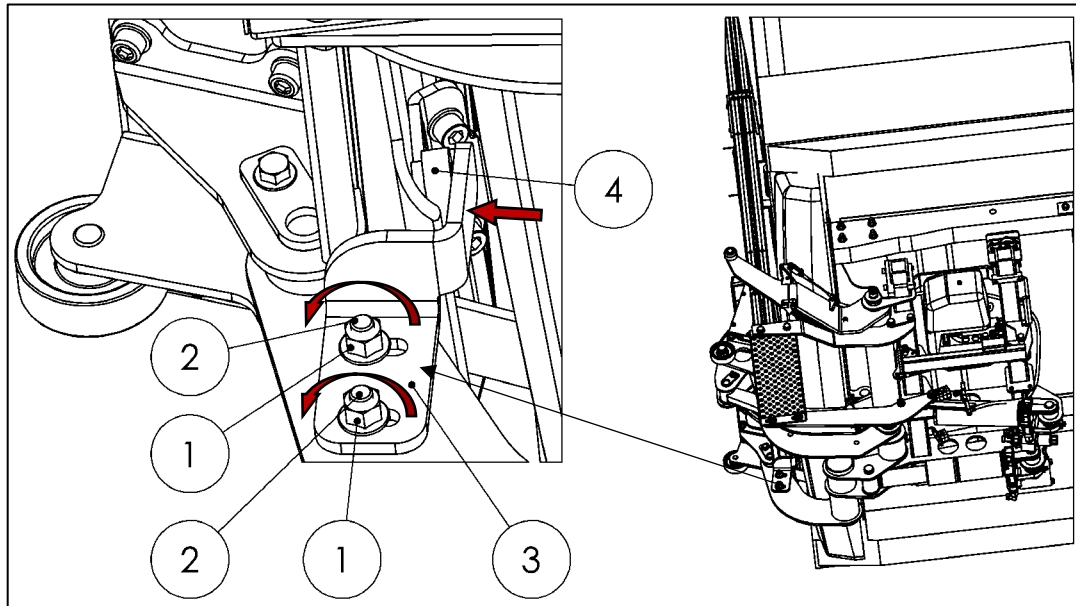

Abbildung 93
- Halter (Stopper) (Pos. 3) fest an Kunststoffscheibe (Pos. 4) drücken (siehe Abbildung 93).